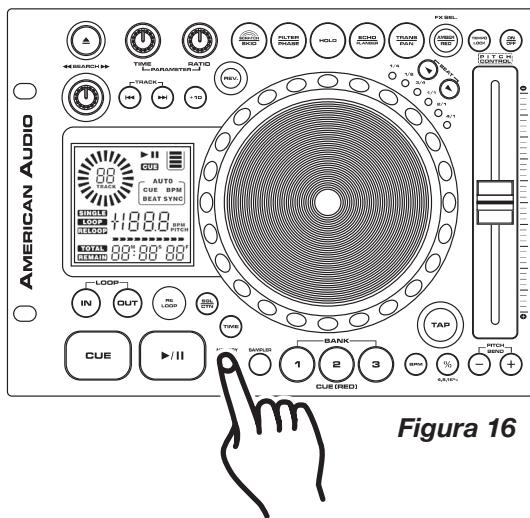
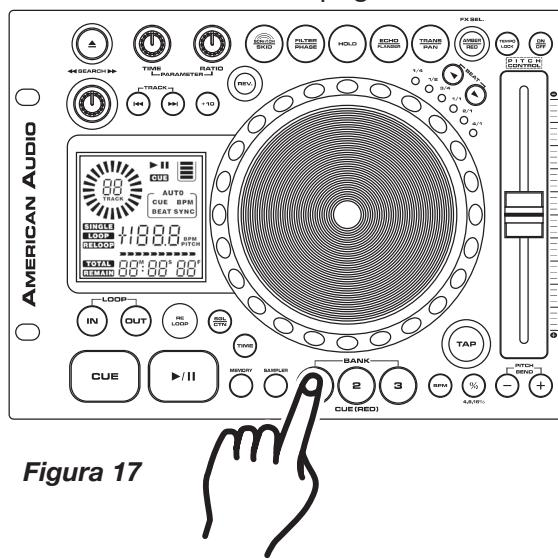

Figura 16
Figura 17
1) Cree un punto de referencia Cue siguiendo alguno de los dos métodos indicados más arriba, en la página 18. Pulse el BOTÓN MEMORY (31), como se indica en la Figura 16. La señal LED azul se iluminará para indicar que se acaba de activar la función para guardar en memoria. En este momento, se puede presionar alguno de los tres BOTONES BANK (29) para almacenar el punto de referencia en la memoria (Figura 17). A continuación titilará la señal LED que corresponda al BOTÓN BANK (29) presionado. Dicha señal azul en el BOTÓN BANK (29) se tornará roja y permanecerá iluminada a fin de indicar que una muestra o punto de referencia cue ha sido guardado en la memoria. La señal LED azul de la memoria entonces se apagará.